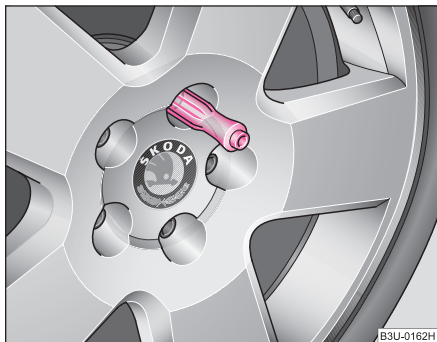

Fig. 192 Înlocuirea roții: Demontați șurubul hexagonal din șurubelniță
- Desfaceți șurubul cel mai de **sus**, cu ajutorul laturii **hexagonale** din mânerul șurubelniței (trusa de scule), și așezați-l pe un suport curat ⇒ pagina 251, fig. 192.